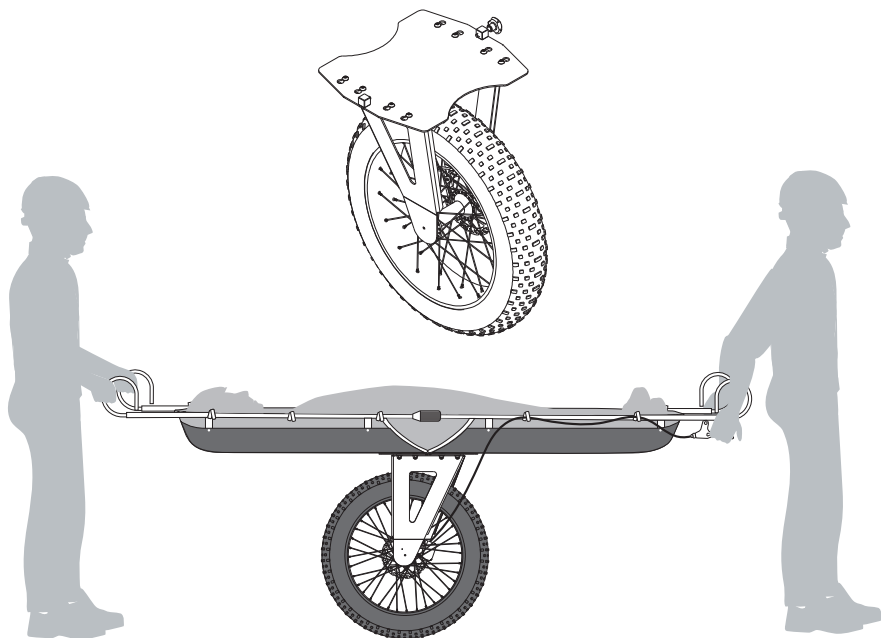

Fig.5
- c) Ruota, per agevolare la movimentazione su sentieri piani e mulattiere (fig. 5).